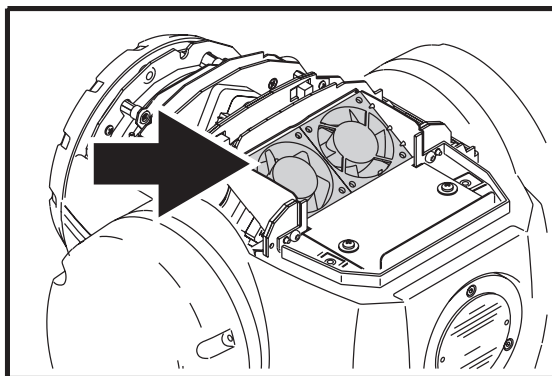

Figure 10: Ventilateurs de la tête
6. Nettoyez les deux ventilateurs de la tête (voir Figure 10) et les aérations des capots avec une brosse souple, un coton tige et un aspirateur.